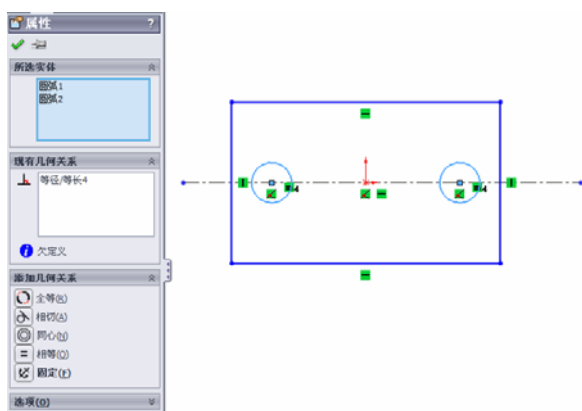

图 5-41 添加几何关系
⑥ 添加几何关系。单击添加几何关系按钮，选择草图中的两个圆，点击按钮，为两个圆添加“相等”几何关系。如图 5-41 所示。